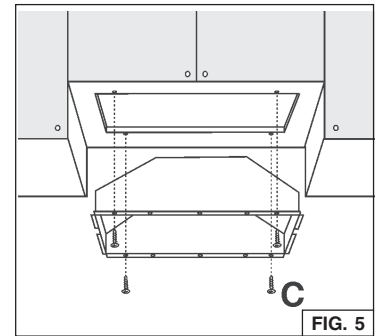

FIG. 5
6. Fixer le module à l'armoire à l'aide des quatre (4) vis de montage « C » de 3,2 mm x 13 mm (Fig. 5). Pour l'option de montage latéral, utiliser les vis M4 x 15 mm avec rondelles et écrous.